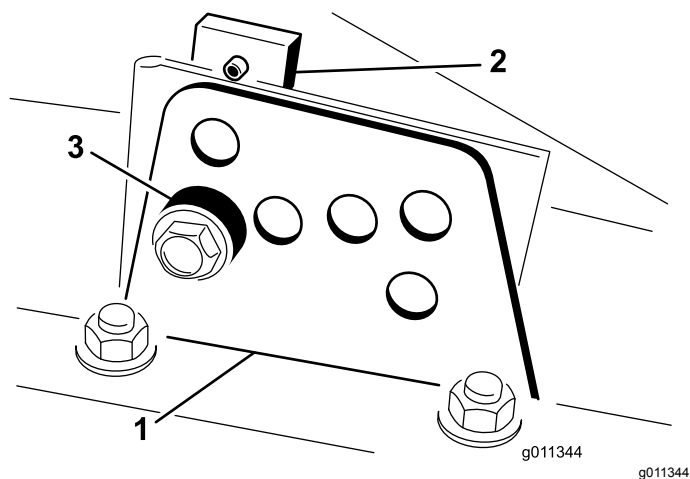

Рисунок 24
4. Удерживая камеру, снимите проставку (Рисунок 24).
2. Ослабьте болт крепления каждого кронштейна высоты скашивания к пластине регулировки высоты скашивания (с передней и боковых сторон), как показано на Рисунок 24.